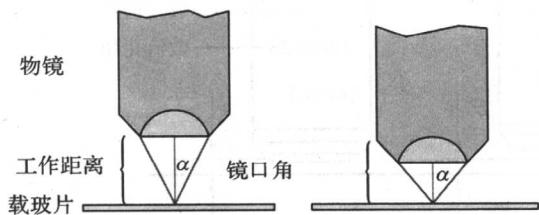

图 1-4 物镜的镜口角
式 1-1 中,  $n$  为物镜与标本之间介质的折射率,  $\alpha$  为镜口角(通过标本的光线延伸到物镜边缘所形成的夹角, 见图 1-4)。
根据式 1-3, 在物镜数值孔径不变的条件下,  $D$  值的大小与光波波长成正比。要提高物镜的分辨率, 可通过两条途径: ①采用短波光源。普通光学显微镜所用的照明光源为可见光, 其波长范围为  $400 \sim 700 \text{ nm}$ 。缩短照明光源的波长可以降低  $D$  值, 提高物镜分辨率。②加大物镜数值孔径。提高镜口角  $\alpha$ (图 1-4)或提高介质折射率  $n$ , 都能提高物镜分辨率。若用可见光作为光源(平均波长为  $550 \text{ nm}$ ), 并用数值孔径为 1.25 的油镜来观察标本, 能分辨出的两点距离约为  $0.22 \mu\text{m}$ 。